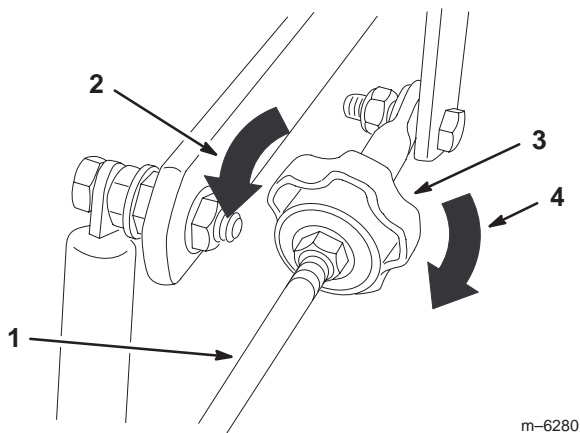

Figure 57
4. Pour que la machine tire à droite, tournez le bouton vers la droite de la machine (voir la figure 57).
5. Pour que la machine tire à gauche, tournez le bouton vers la gauche de la machine (voir la figure 57).